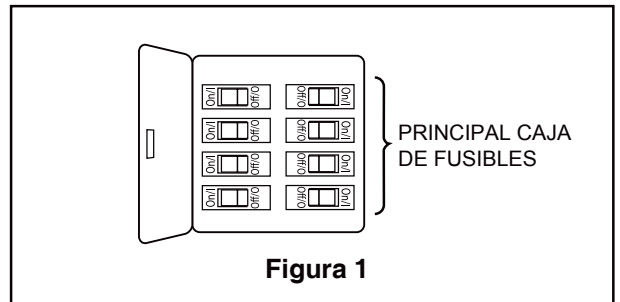

Figura 1
### Uso de perfil bajo (Figura 1)
1. Corte el exceso de cable aproximadamente de 15 a 23 cm (6 a 9 pulgadas) por encima de la parte superior del barral. Pele 1,2 cm (1/2 ") del aislamiento en cada extremo del cable. (Figura 1)
Para evitar una posible descarga eléctrica, asegúrese de cortar la alimentación eléctrica de la caja de fusibles principal antes de colgar el ventilador. (Figura 1)
1. Para configurar el código de unidad del receptor. Deslice los interruptores de código a las mismas posiciones que en el transmisor. Si completa el proceso de configuración, coloque el caucho (incluido) en la unidad del receptor. (Figura 1)